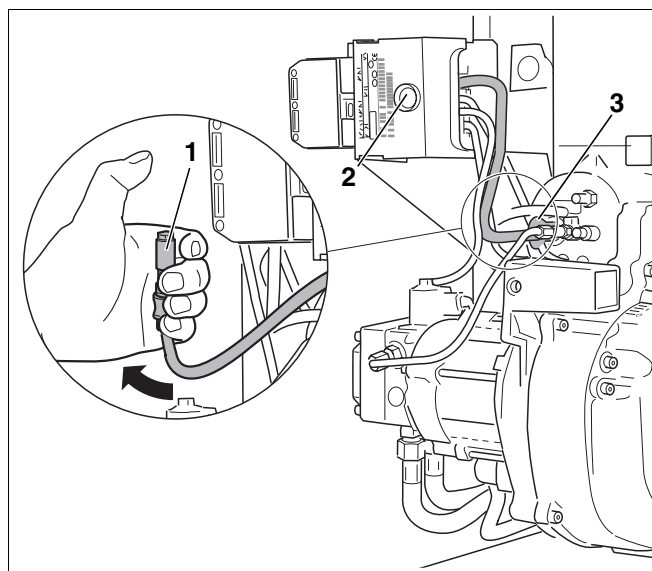

Рис. 19 Проверка работы датчика пламени
- При работающей горелке вынуть датчик пламени из держателя (рис. 19, поз. 3).
- Закрыть датчик пламени (рис. 19, поз. 1). После повторного запуска должно произойти отключение из-за неисправности.
- По истечении времени ожидания, составляющего примерно 30 секунд, нужно разблокировать автомат горения дизельного топлива, нажав кнопку подавления помех (рис. 19, поз. 2).